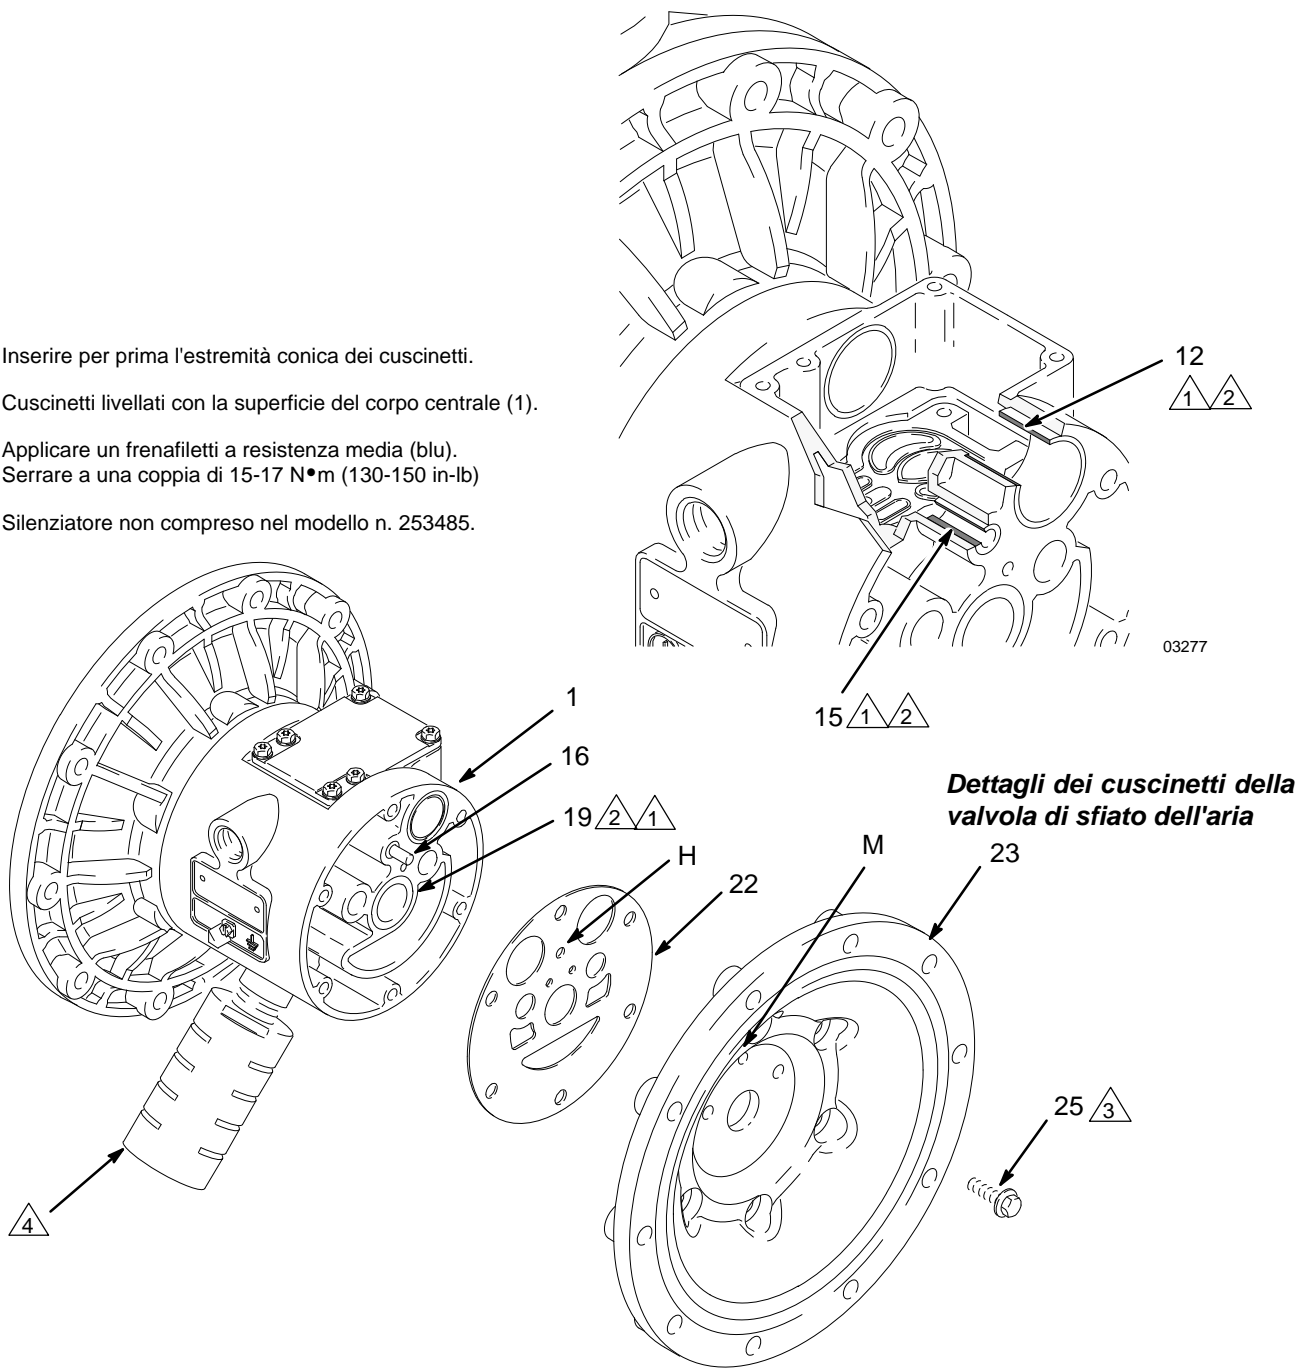

FIG. 13
5. Utilizzando una chiave a tubo da 10 mm, rimuovere le viti (25) che fissano i coperchi dell'aria (23) sul corpo centrale (1). Vedere: FIG. 13.
6. Rimuovere le guarnizioni del coperchio dell'aria (22). Sostituire sempre le guarnizioni con guarnizioni nuove.
7. Utilizzare un estrattore di cuscinetti per rimuovere i cuscinetti dell'albero della membrana (19), i cuscinetti della valvola dell'aria (12) o i cuscinetti del perno di guida (15). Non rimuovere i cuscinetti non danneggiati.
8. Se sono stati rimossi i cuscinetti dell'albero della membrana (19), arrivare al centro del corpo (1) con un uncino per O-ring, agganciare le guarnizioni a U
1. Se sono state rimosse, installare le guarnizioni a U dell'albero (402*) in modo che i bordi si trovino rivolti **verso l'esterno** del corpo (1).
2. I cuscinetti (12, 15 e 19) sono conici e possono essere installati solo in un modo. Montare i cuscinetti nel corpo centrale (1), inserendo per prima **l'estremità conica**. Utilizzando una pressa o un blocco e un martello in gomma, inserire il cuscinetto in modo che sia a filo con la superficie del corpo centrale.
4. Allineare la nuova guarnizione del coperchio dell'aria (22) in modo che il perno di guida (16) estendendosi dal corpo centrale (1) combaci con il foro corrispondente (H) della guarnizione.
5. Allineare il coperchio dell'aria (23) in modo che il perno di guida (16) si inserisca nel foro centrale (M) dei tre piccoli fori disposti accanto al centro del coperchio. Applicare frenafilletti di media resistenza (blu) alle filettature delle viti (25) e inserire le viti serrandole manualmente. Vedere: FIG. 13. Utilizzare una chiave a tubo da 10 mm per serrare a croce le viti in modo uniforme a una coppia di 15-17 N•m (130-150 in-lb).